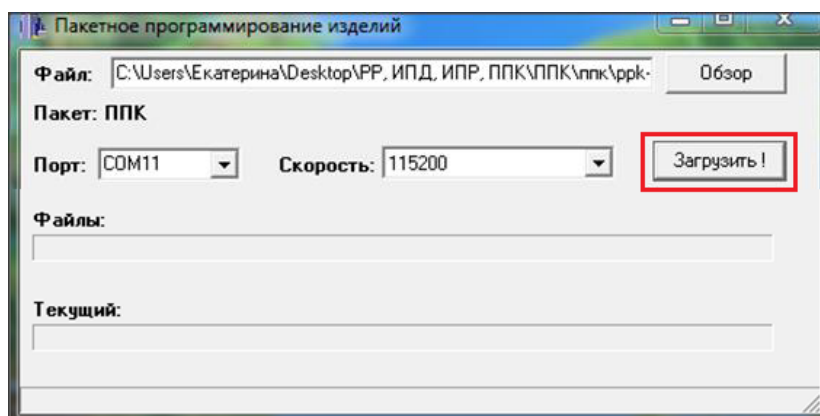

Рисунок 9 - Загрузка программного обеспечения
1.1.11. Запустить процесс загрузки программного обеспечения на ППК. Нажать кнопку **Загрузить** (рисунок 9).